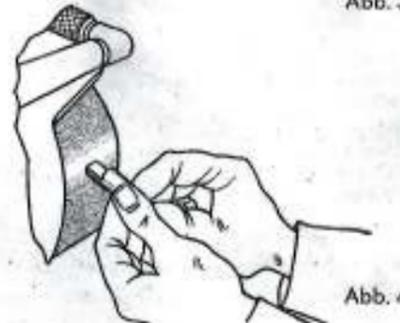

Abb. 4
5. Die seitliche Feinzustellung des Teilkopfes zur Schleifscheibe sowie die Einstellung der jeweils abzunehmenden Spanstärke erfolgt mit Schraube F. Das Anschleifen der Stirnfläche kann auch von Hand am Mantel der Schleifscheibe erfolgen, wenn dabei die erforderlichen Schnittwinkel eingehalten werden (Abb. 4).